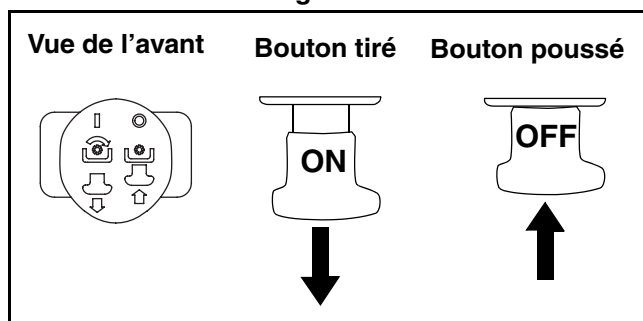

Figure 12
- Tirez sur le bouton de la prise de force pour l'embrayer. Voir la Figure 12.